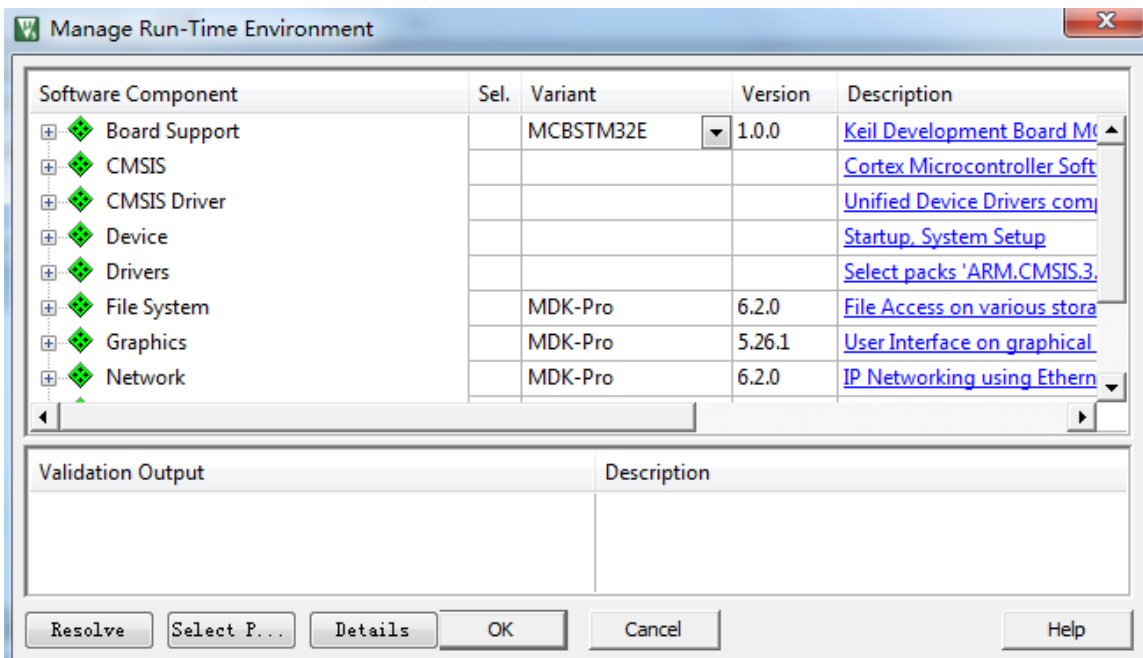

图 3.3.4 Manage Run-Time Environment 界面
3) 点击 OK，MDK 会弹出 Manage Run-Time Environment 对话框，如图 3.3.4 所示：
这是 MDK5 新增的一个功能，在这个界面，我们可以添加自己需要的组件，从而方便构建开发环境，不过这里我们不做介绍。所以在图 3.3.4 所示界面，我们直接点击 Cancel，即可，